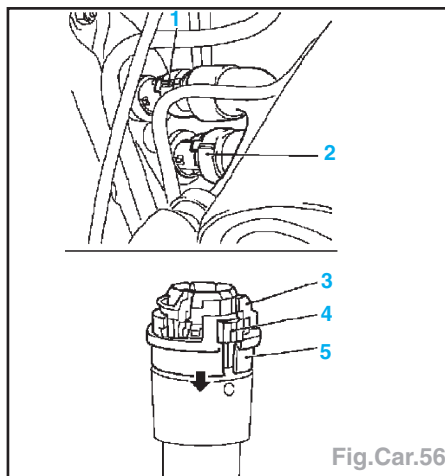

Fig.Car.56
- Retirer en appuyant dessus les conduites (1 et 2) du verrou de blocage de radiateur (4), tirer le clip (5) dans le sens de la flèche et retirer la conduite (3) (Fig.Car.56).